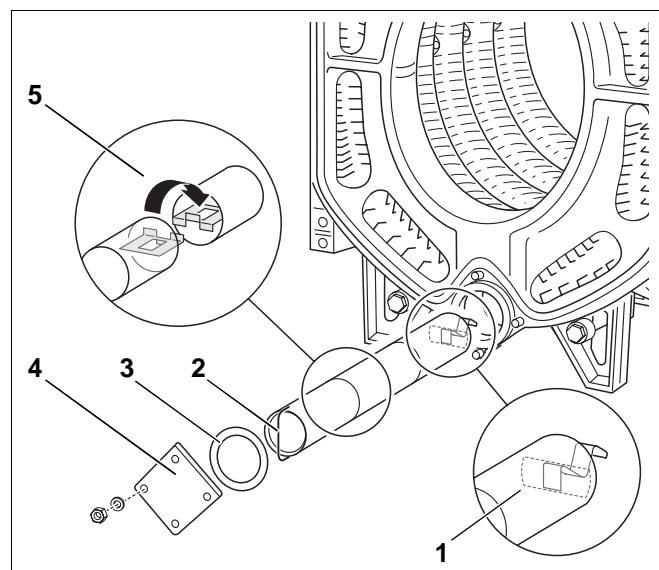

Рис. 23
- Прежде всего вставьте элемент блокирующей трубы (L_3) с пружиной в нижнюю ступицу котла. (рис. 23, поз. 1).
- Последующие элементы блокирующей трубы (L_2) вставьте друг в друга согласно рисунку (рис. 23, поз. 5).
- Последним элементом блокирующей трубы будет деталь (L_1) с ручкой (рис. 23, поз. 2).
- Установите на нижнюю ступицу котла плоское уплотнительное кольцо (рис. 23, поз. 3) и глухой фланец (рис. 23, поз. 4).